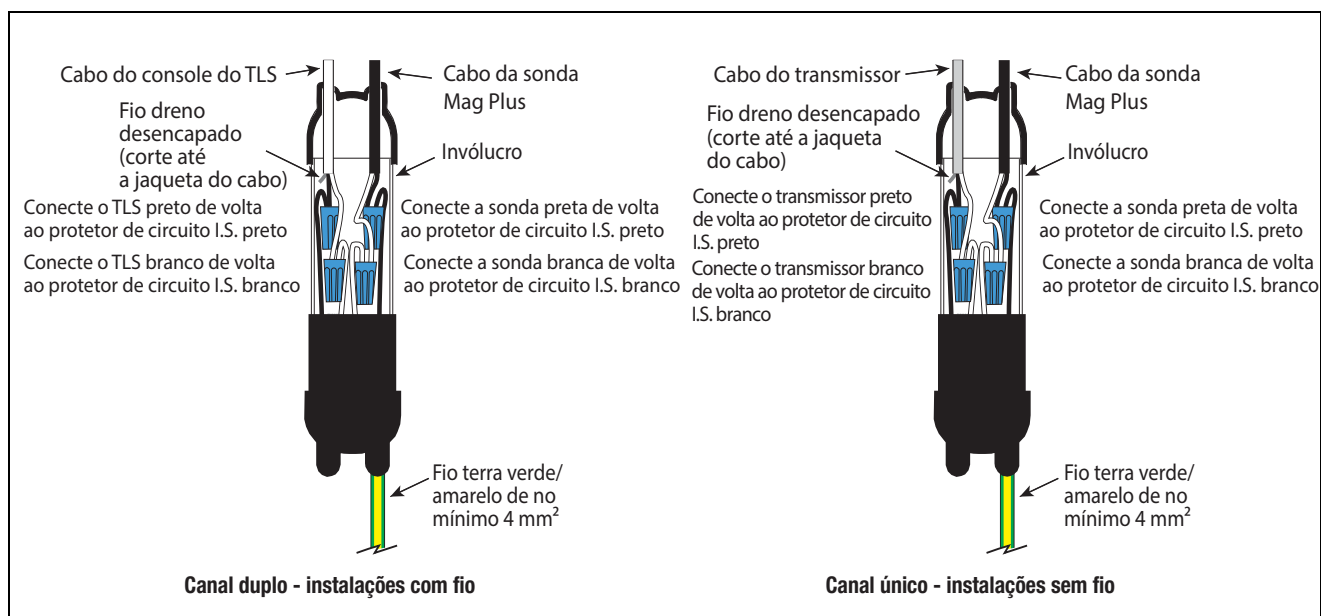

Figura 18. Conexões da junção do protetor de circuito I.S.
2. Conecte os fios do cabo de entrada e os fios do protetor de circuito I.S. usando porcas de fio como mostrado na Figura 18. Corte o fio de blindagem desencapado do cabo do TLS/transmissor na jaqueta do cabo.